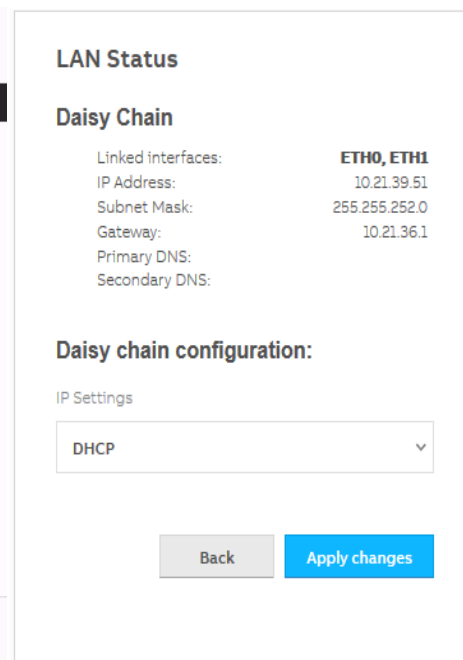

Figure 10
- d) Changer IP Settings de **DHCP** à **STATIC** et entrer 192.168.1.1 pour l'onduleur **1**, 192.168.1.2 pour l'onduleur **2** et ainsi de suite (cf. Figure 10).